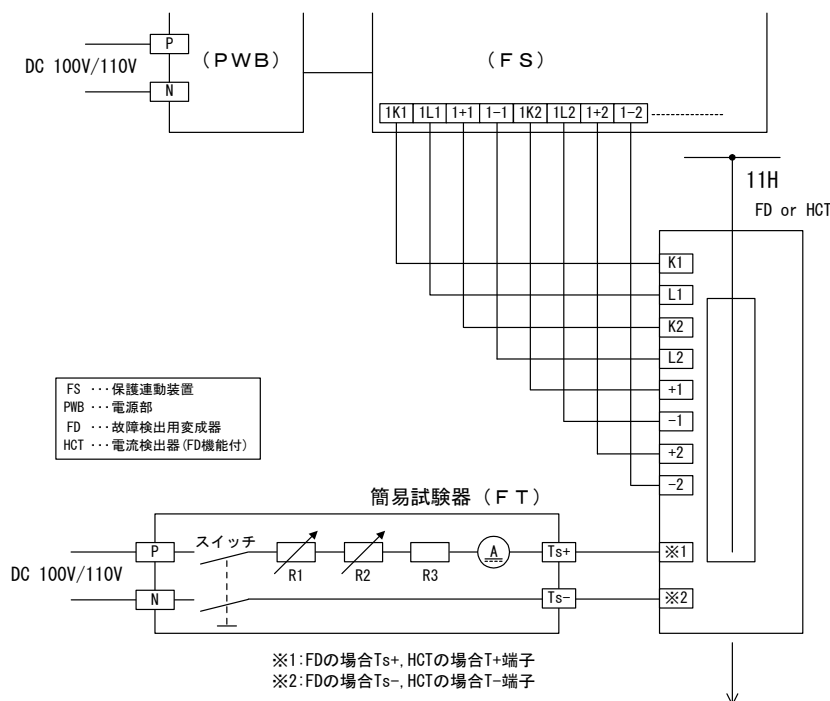

図 32. 動作試験回路
故障検出用変成器 (FD) および電流検出器 (HCT) には一次電流と等価な試験コイルを内蔵しており、一次電流 1000A あたり約 1A の直流電流を通電することで等価試験を行うことができます。図 32 に弊社製の簡易試験器 (FT) を使用した場合の等価試験回路を示します。
(2) 等価試験の試験手順
- ① 図 32 のように、FT の Ts+・Ts- 端子を FD の Ts+・Ts- 端子（または HCT の T+、T- 端子）に接続し、FT の P、N 端子を DC100V/110V に接続して下さい。
- ② 可変抵抗器 R1、R2 を左に回し FT の内部抵抗値を最大にした状態で、FT のスイッチを投入し、FS の動作を確認して下さい。
- ③ 不動作の場合はR1, R2 を右へ回して抵抗を減らして、再びスイッチを投入して、FSの動作を確認して下さい。
- ④ ③の操作を繰り返して動作限界点を求め、動作時の電流値を電流計(A)で確認します。この動作電流値が試験成績表に記載の電流値と比較して±10%以内ならば装置の動作感度は正常とみなします。
(3) 等価試験時の注意事項
- ① スwitchの切時間は5秒以上確保して下さい(切時間が短い場合は誤差が発生)。
- ② DC100V/110V 電源は十分に容量が大きい電源を使用して下さい(リップルやレスポンスの大きい電源および内部インピーダンスの大きい電源の場合は誤差が発生)。
- ③ スwitchの投入時間は、簡易試験器に内蔵されている抵抗器の熱的な面から長い時間の通電をさげ、メータの読取りが終わったらすみやかに切して下さい。投入時間は長くても5秒以内とし、切時間は5秒以上確保して下さい。